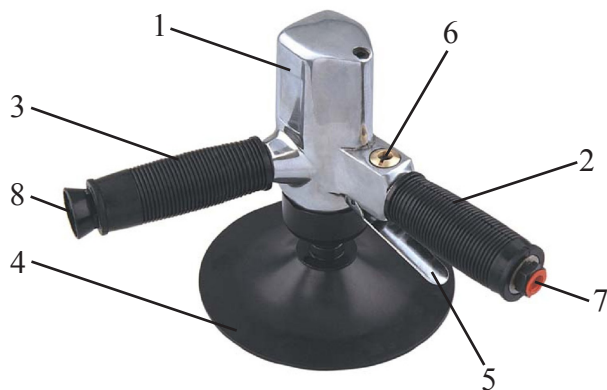

Рис. 1
### **6.3 С помощью регулятора (поз. 6. рис. 1) можно установить желаемую частоту вращения шлифовального круга (путём контроля расходуемого воздуха):**
6.5 Каждый раз перед использованием следует проверять затяжку болтов и гаек системы подачи воздуха. Проверяйте исправность регулятора подачи воздуха (поз 6. рис. 1). Перед техническим обслуживанием или ремонтом шлифмашина должна быть отключена от сети подачи воздуха. Несоблюдение мер предосторожности может привести к травмам и тяжелым последствиям.